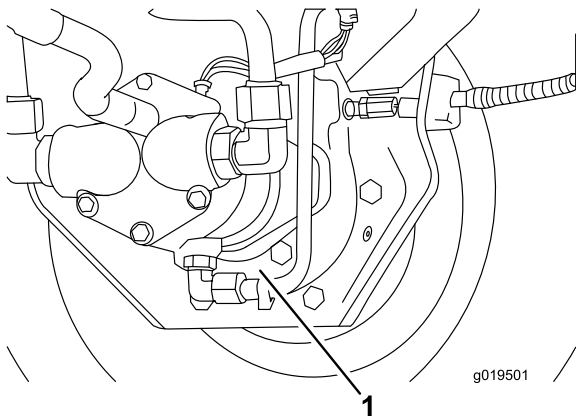

Рисунок 61
3. Подставьте поддон под корпус тормоза, снимите пробку сливного отверстия и дайте маслу стечь (Рисунок 61).